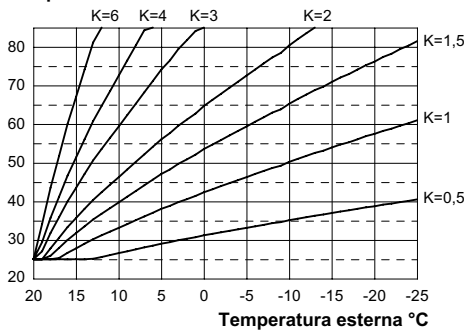
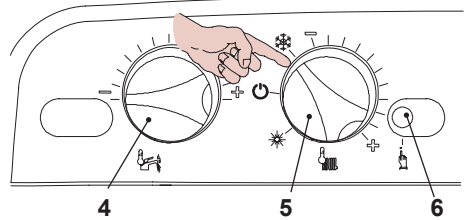

Fig. 5.53
Fig. 5.54
Quando si installa la sonda esterna bisogna impostare questo parametro in base al rendimento dell'impianto di riscaldamento per ottimizzare la temperatura di mandata (Fig. 5.53). Es. Per avere una temperatura di mandata all'impianto di riscaldamento di 60°C con una esterna di -5°C si deve settare un K di 1,5 (linea tratteggiata in Fig. 5.53).
- Posizionare le manopole 4 e 5 indicato in Fig. 5.54.
- Per settare il coefficiente K, determinato dalla Fig. 5.53 bisogna entrare in programmazione premendo per 15 secondi il pulsante di ripristino 6, in Fig. 5.54 fino alla comparsa del parametro **P01** sul display LCD; sul display LCD compare la seguente visualizzazione (la sequenza **P01** si alterna a -- -- --).
- Premere il pulsante di ripristino 6, in Fig. 5.54, per lo scorrimento dei vari parametri sino al raggiungimento del parametro **P15** valido per il settaggio del coefficiente K; sul
ad un massimo di **255** in base alla curva scelta del coefficiente K in Fig. 5.53.